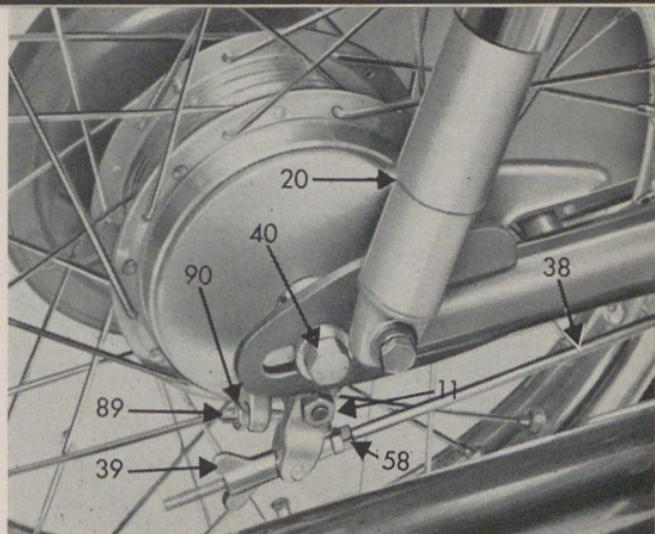
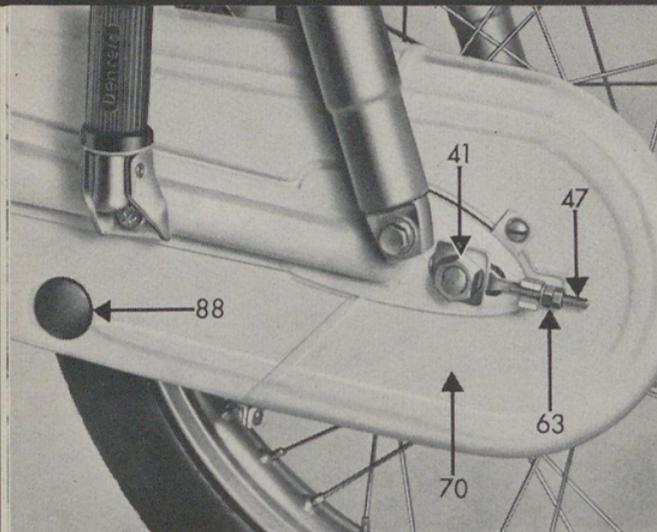

Bild 9
Bild 11
(Bild 9)
- b) Lösen der Verbindung zwischen Bremshebel und Gestänge 38 durch Losschrauben der Flügelmutter 39 (Bild 9) und Zurückziehen der Verbindungslasche
- c) Lösen der Steckachse 40 (Bild 9) auf der rechten Fahrzeugseite
Nach erfolgtem Zusammenbau muß die Steckachse 40 wieder fest angezogen werden. Die Mutter 11 (Bild 9), welche den Bremshebel fixiert, darf nicht gelöst werden.
(siehe Bild 9) erfolgt mit der Stellschraube 89 zum Bremshebel am Hinterradbremsschild. Nach Lösen der Gegenmutter 90 ist die Stellschraube 89 im Uhrzeigersinn so weit zu drehen, bis das Rad noch frei spielt. Danach ist die Gegenmutter 90 wieder festzuziehen.
Das Bremsgestänge 38 (Bild 9) darf nicht verbogen werden!
Zum Nachstellen der Kette müssen die Steckachse 40 (Bild 9), die Kettenflanschmutter 41 (Bild 11) und die Kettenspannmutter bzw. Kontermutter 63 am Kettenspanner 47 (Bild 11) gelöst werden.
Die Kette wird nun durch Rechtsdrehen der vorderen Kettenspannmutter 63 (Bild 11) gespannt, bis der richtige Durchhang (ca. 1 cm) erreicht ist. Nach beendeter Einstellung ist die Kettenspannmutter bzw. Kontermutter 63 wieder zu kontern sowie Mutter 41 (Bild 11) und Steckachse 40 wieder fest anzuziehen.
Im Kettenkasten ist ein mit einem Gummistopfen 88 verschlossenes Schauloch angebracht. Es dient zum Nachprüfen der Kettenspannung (s. Bild 11).